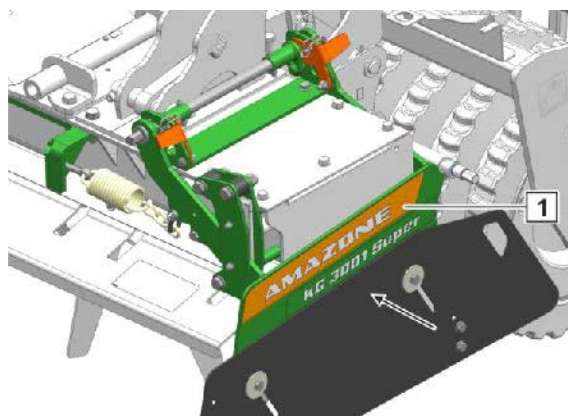

Fig. 152
- Sidepladen (Fig. 152/1) er fastgjort i den inderste position.